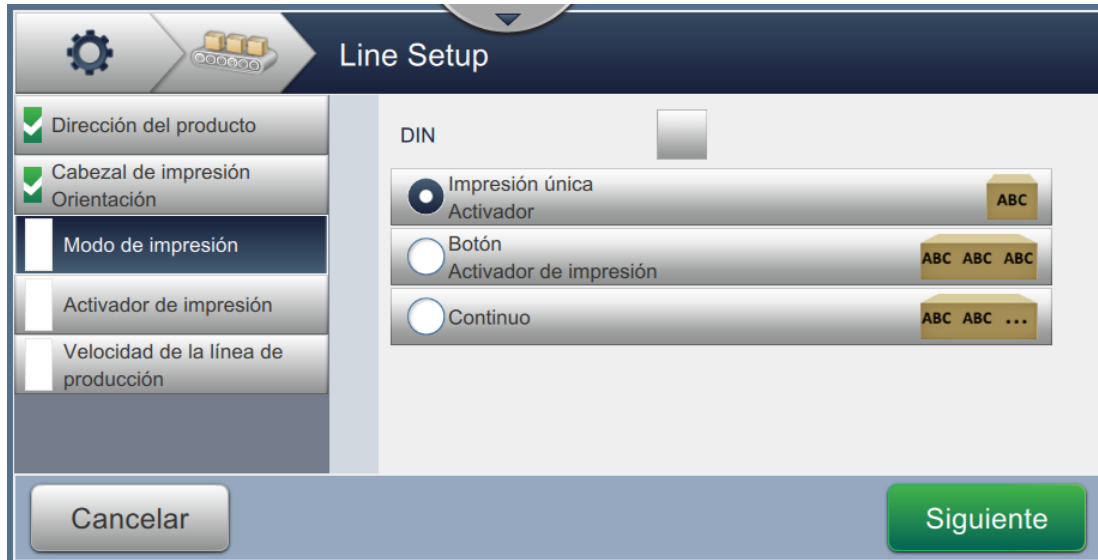

Figura 6-30: Configuración de línea: modo de impresión
1. Pulse *Modo de impresión* en la pantalla de Configuración de línea, como se muestra en la Figura 6-30.
1. Seleccione esta opción, como se muestra en la Figura 6-30, y pulse el botón
1. Seleccione la opción *Continuo*, como se muestra en la Figura 6-30, y pulse el botón